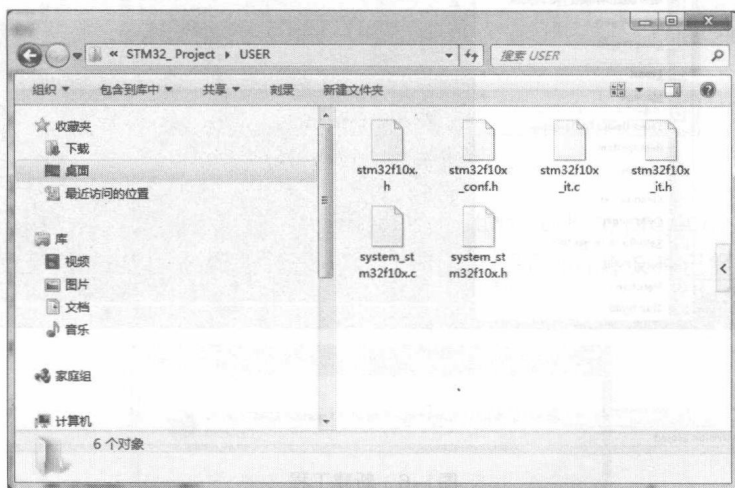

图1-4 USER子目录
(5) 先把官方固件库 “Libraries\CMSIS\CM3\DeviceSupport\ST\STM32F10x” 下面的 stm32f10x.h、system_stm32f10x.c、system_stm32f10x.h 文件复制到子目录 USER 下面, 然后把官方固件库 “Project\STM32F10x_StdPeriph_Template” 下面的 stm32f10x_conf.h、stm32f10x_it.c、stm32f10x_it.h 文件复制到子目录 USER 下面, 如图 1-4 所示。